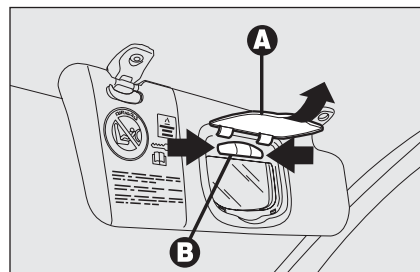

fig. 46
- ☐ aprire la copertura **A**-fig. 46 dello specchietto;